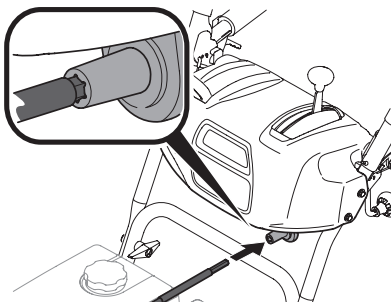

Figure 2-30
- Modèles dotés d'une commande manuelle de goulotte - Glissez la tige de contrôle flexible dans le raccord qui se trouve sous le tableau de bord. Voir Figure 2-30.